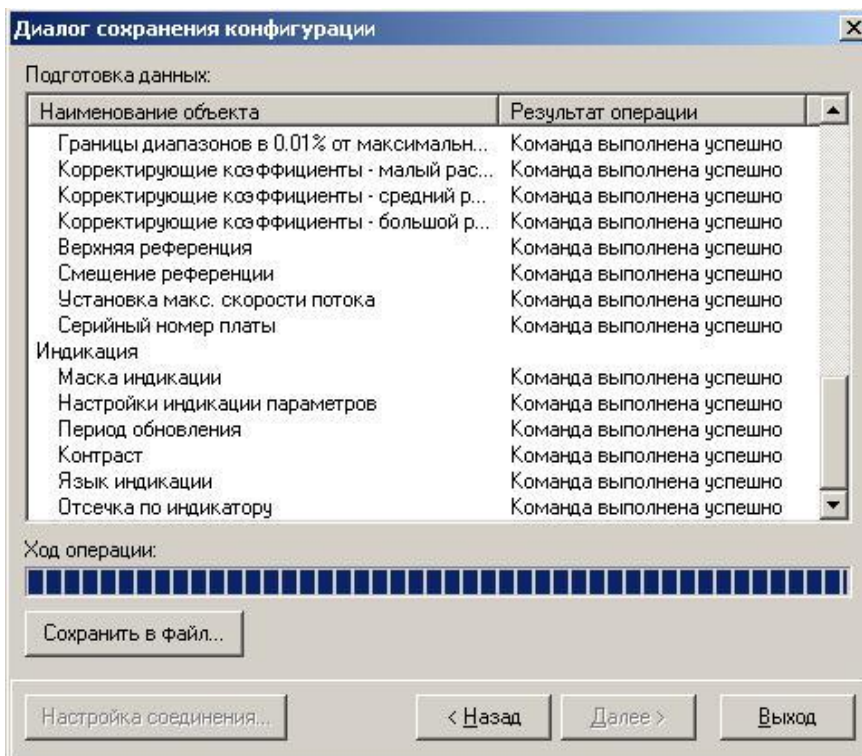

Рис.28. Окно «Диалог сохранения конфигурации» / «Ход операции».
- после окончания считывания всех выбранных параметров станет активной кнопка «Сохранить в файл», нажав которую можно ввести имя файла и сохранить прочитанную конфигурацию (рис.28):